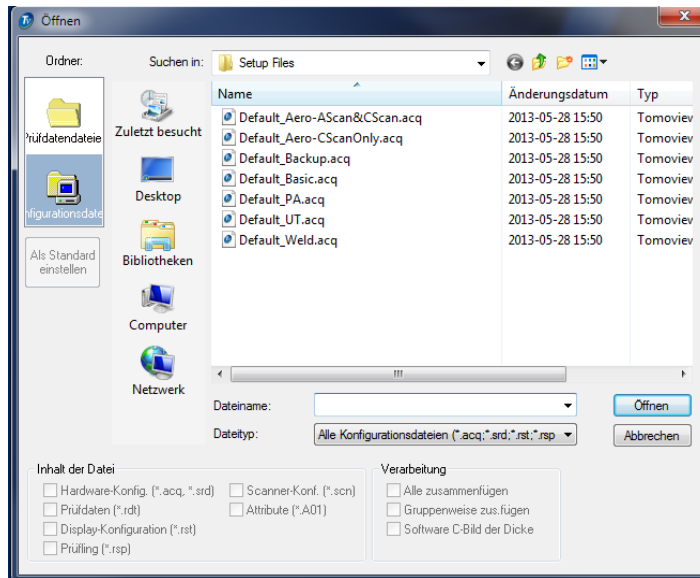

Abbildung 4-1 Dialogfeld Öffnen
Das Dialogfeld **Öffnen** wird eingeblendet (siehe Abbildung 4-1 auf Seite 240).
2. Im eingblendeten Dialogfeld **Öffnen** (siehe Abbildung 4-1 auf Seite 240):